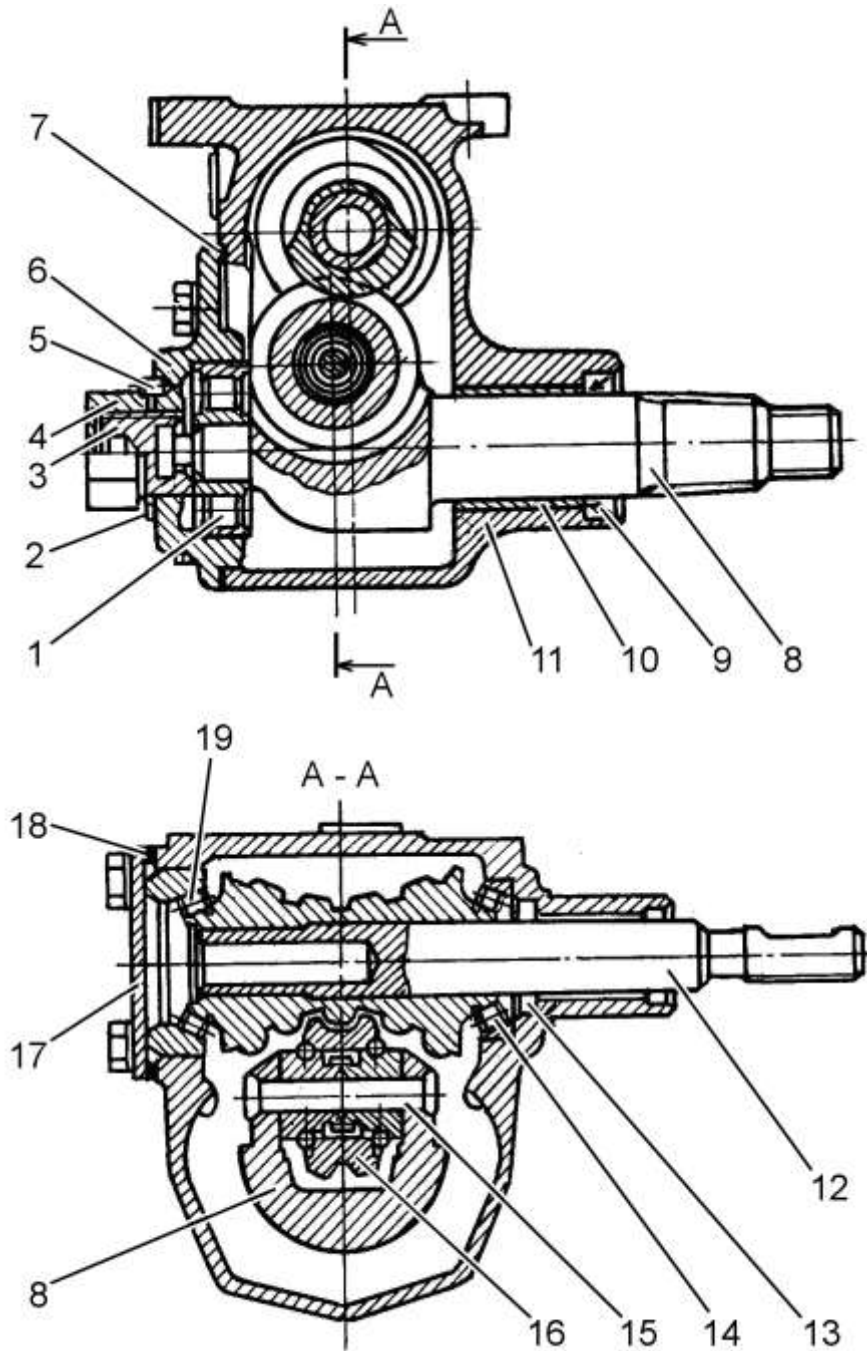

Рисунок 3.3.1 – Регулировка червячного рулевого механизма
- отверните колпачковую гайку 4 (рисунок 3.3.1) и снимите стопорную шайбу 2 со штифта 5;